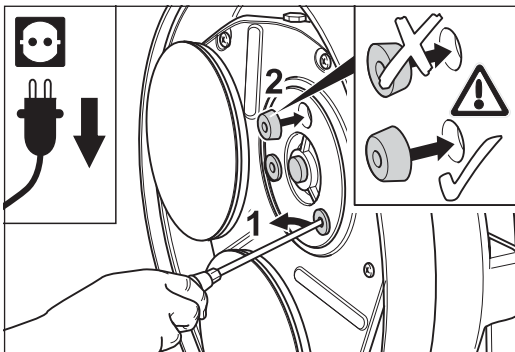

Fig. 59 Remplacement des supports en caoutchouc. **Tenez compte de la position de montage correcte !**
- 6 Dégagez les supports en caoutchouc à l'aide d'un tournevis du logement du plateau de disque (fig. 59).
- 7 Mettez en place les nouveaux supports en caoutchouc. **Veillez à ce qu'ils soient correctement montés ! Le support à plus grand diamètre doit tout d'abord être introduit dans le logement (fig. 59) !**